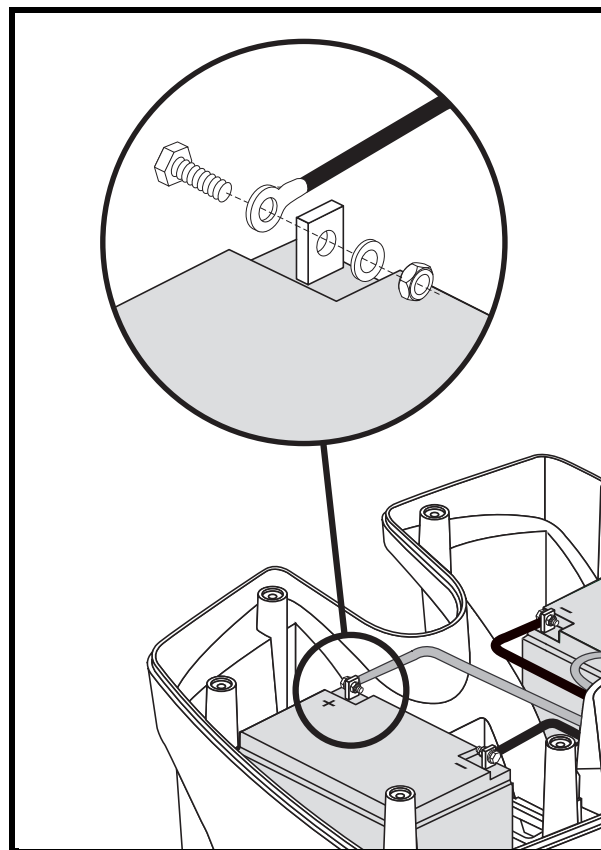

Figure 15. Débranchez les câbles d'alimentation de la batterie sur une boîte de batterie 17-22 Ah
**NOTE:** Certaines batteries nécessitent l'enlèvement d'un écrou et d'un boulon lorsque vous débranchez le câble de la batterie à partir de la borne de la batterie. Voir la figure 15.